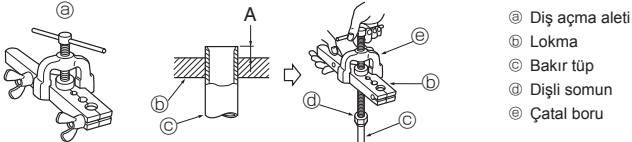

Fig. 5-5
5.2.4. Diş açma işlemi (Fig. 5-5)